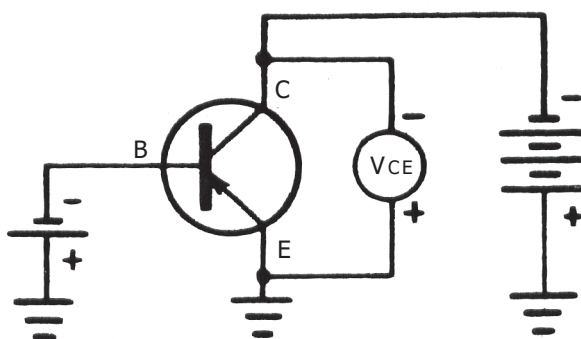

Fig. 37
- tensão de coletor a emissor (denominada de  $V_{CE}$ ). (Fig. 37)